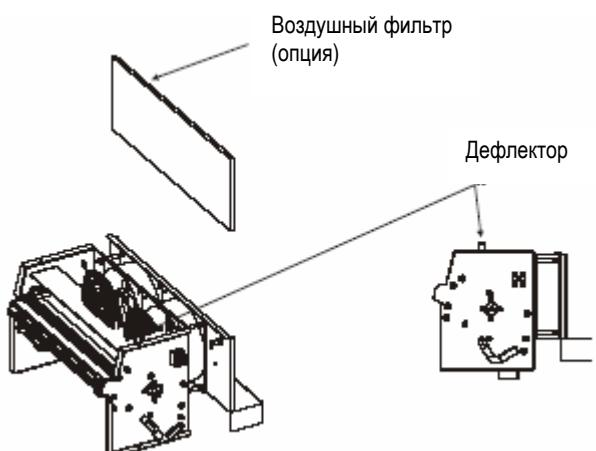

Рис. 7.1
- А. Дефлектор. Дефлектор располагается в верхней части выходного отверстия для регулирования направления потока увлажненного воздуха (рис. 7.1). Угол наклона задается при первом пуске аппарата и должен регулироваться в дальнейшем только в исключительных случаях. Угол наклона следует менять только после остыивания аппарата и не в момент выпуска пара во избежание ожогов!